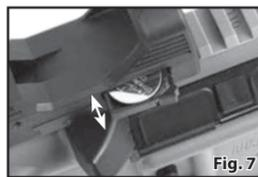

Fig. 7
- Insira o compartimento de volta na mira de ponto vermelho (Fig. 7).